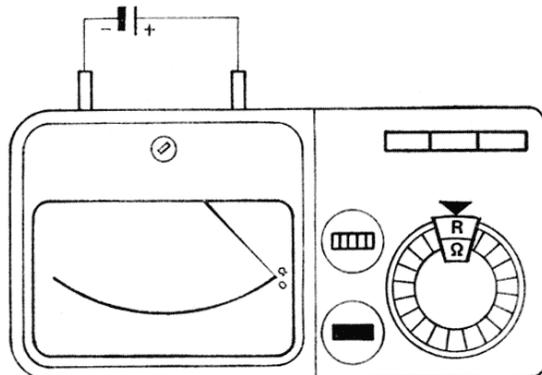

Bild 3
Danach ist an die Eingangsbuchsen (6) eine Hilfsspannung $U = 12 \text{ V} \dots 16 \text{ V}$ anzulegen (siehe Bild 3).